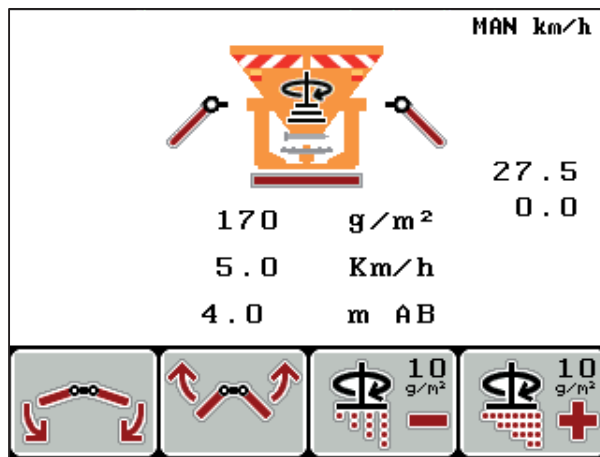

Figura 5.7: Quadro di spargimento simmetrico
3. Premere il pulsante **L/R**, finché entrambi i lati non sono regolati contemporaneamente (vedi figura 5.7).
Il quadro di spargimento simmetrico è attivo non appena entrambi i lati sono stati regolati contemporaneamente (vedi figura 5.7) e gli attuatori sono scattati fino alle posizioni finali (in basso e in alto).